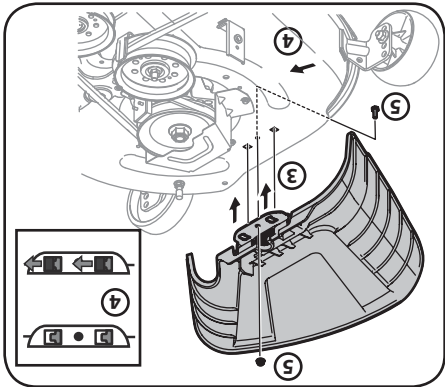

Figure 2-11
3. Placez la goulotte d'éjection sur le plateau de coupe en insérant les pattes de la goulotte d'éjection dans les trous du plateau de coupe. Voir la Figure 2-11.
4. Lorsque les pattes sont insérées dans les trous du plateau de coupe, glissez la goulotte d'éjection vers l'arrière de l'appareil jusqu'à ce que le trou du boulon sur la goulotte d'éjection s'aligne avec le trou du plateau de coupe. Voir la Figure 2-11.
5. Fixez la goulotte d'éjection en place avec l'écrou autobloquant à bride et le boulon hexagonal retires à l'étape 2. Serrez-les à un couple de 102-124 po-lb. Voir la Figure 2-11.